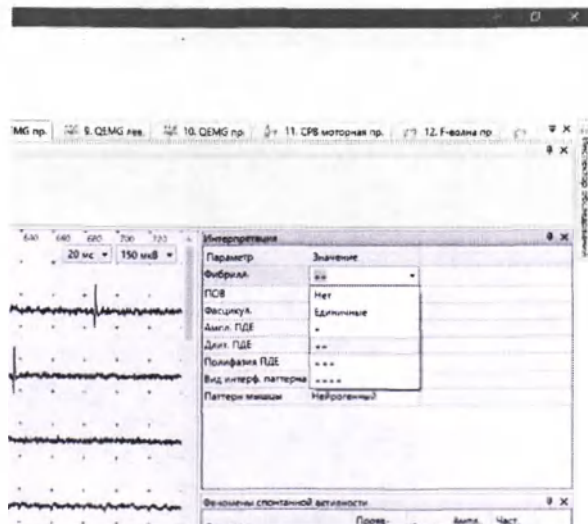

Рис. 184. Качественный анализ спонтанной активности
1. При качественном анализе оценивается выраженность спонтанной активности с учетом числа положений иглы. Качественный анализ представлен в таблице «Интерпретация». Выраженность спонтанной активности указывается в виде «+++» (рис. 184).